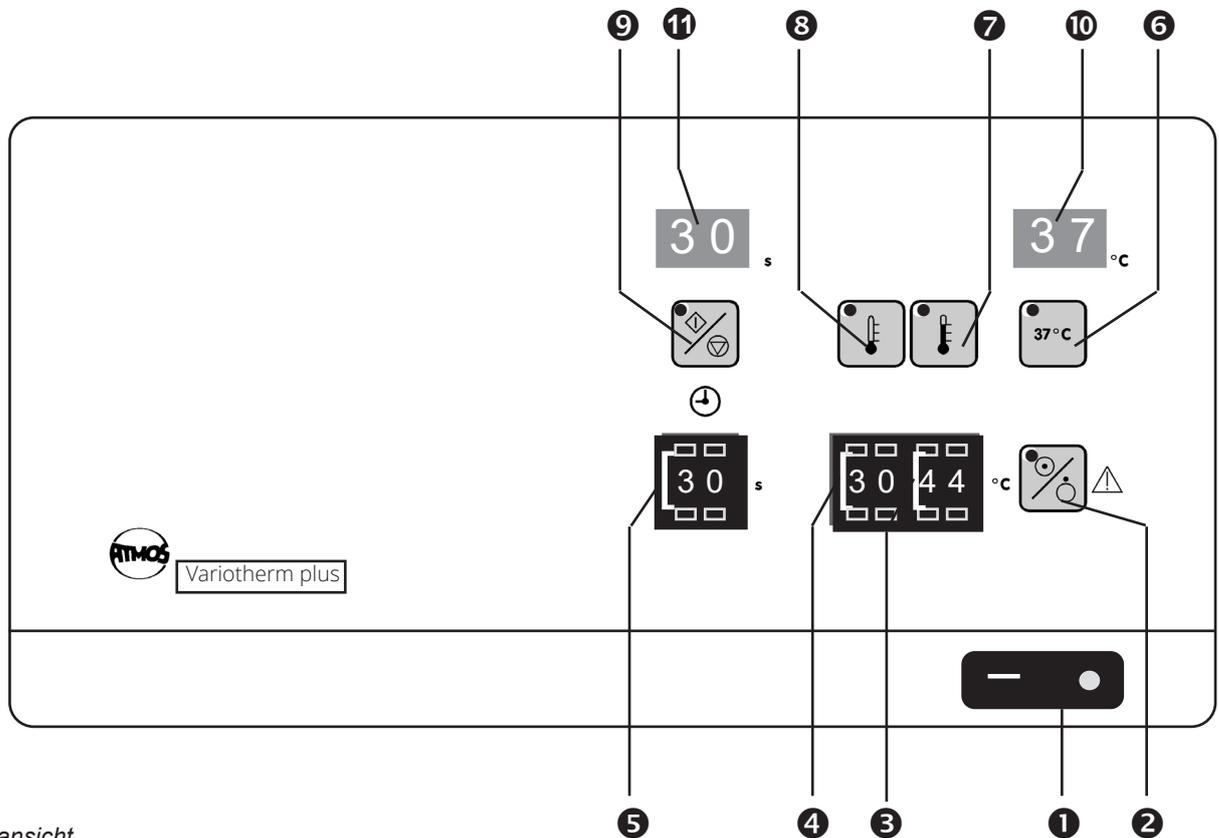

Bild 1. Frontansicht
- Gerät einschalten (1, Bild 1).
- Temperatureinstellung per Codierschalter (⑤, ④, Bild 1).